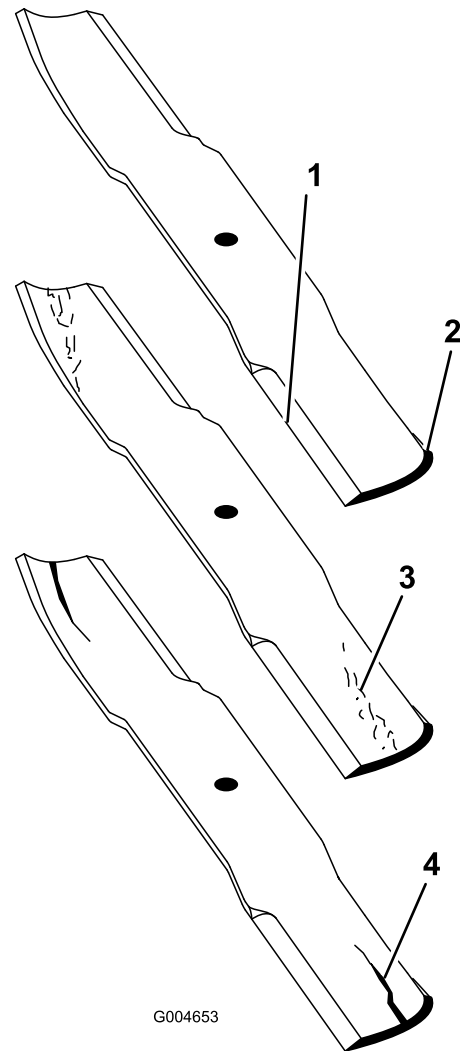

Figura 73
1. Inspecione as extremidades de corte (Figura 73). Se as extremidades não estiverem afiadas ou estiverem amolgadas retire e afie as lâminas. Consulte a Afiar as lâminas \(página 40\).
2. Inspecione as lâminas, especialmente a área da aba (Figura 73). Se verificar quaisquer danos, desgaste, ou a formação de ranhuras nesta área (Figura 73), instale imediatamente uma lâmina nova.